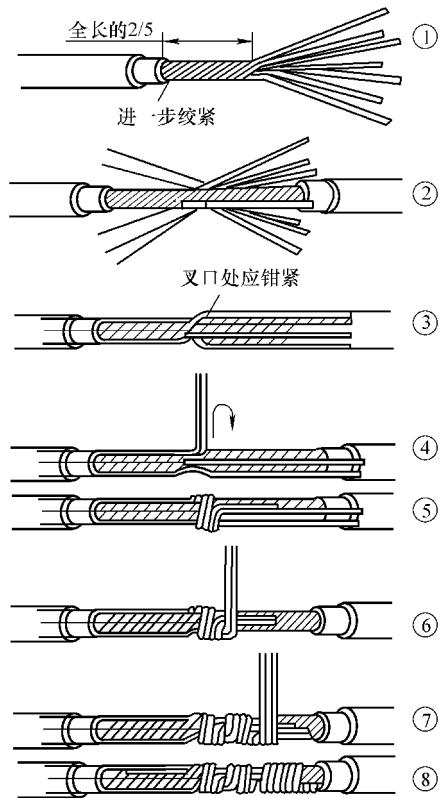

图4-36 铜硬导线多股线对接
2) 多股线对接。普遍应用于室内户外瓷瓶线路和架空线路（采用绝缘铜线）等处的导线延长连接，连接要求和方法如图4-36所示。